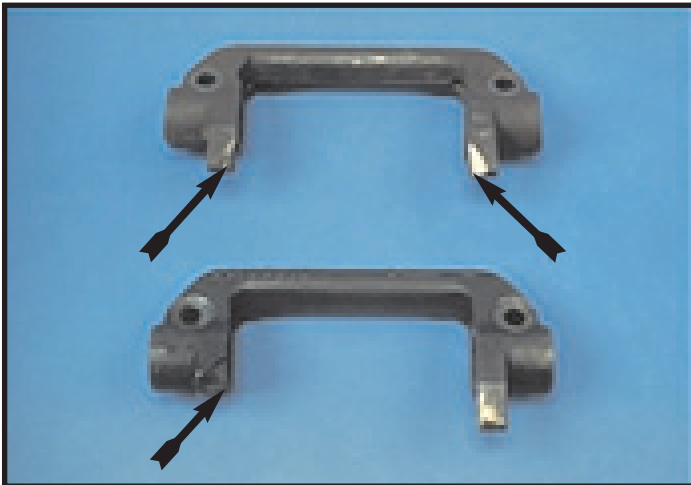
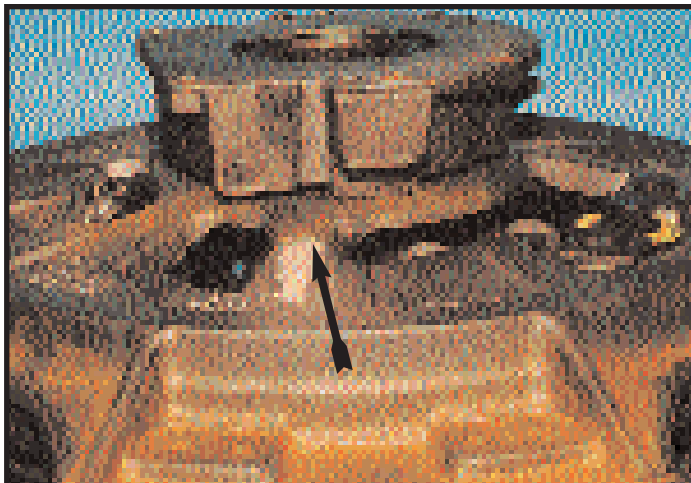

Figura 5
Figura 6
- Desgaste en el lado posterior de los dedos de la horquilla (véanse flechas en la figura 5, horquilla superior)
- Punta(s) de horquilla rota(s) (véase flecha en la horquilla inferior de la figura 5)
Con referencia a la flecha en la figura 6, este embrague nuevo (Easy-Pedal 1402 S.D.) se dañó durante la instalación de la transmisión. Más específicamente, los “dedos” de la horquilla de desembrague se elevaron a la “posición exterior” y se les permitió atorarse dentro de la cubierta del embrague. El daño subsiguiente puede incluir un(os) dedo(s) roto(s) (figura 5) u horquilla de desembrague/flechas transversales dobladas. Como resultado, es importante que estas partes se inspeccionen en busca de daños (y se reemplacen si están dañadas) antes de instalar un embrague nuevo.